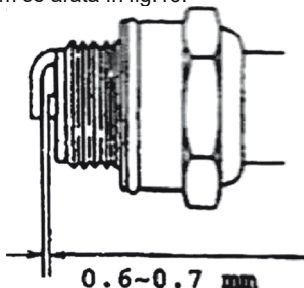

Fig. 16
- distanța dintre electrozi a bujiei trebuie sa fie 0.6-0.7 mm. Vă rugăm să verificați acest spațiu de multe ori, în cazul în care este prea mare sau prea mic, se ajusta în mod corespunzător, așa cum se arată în fig. 16.